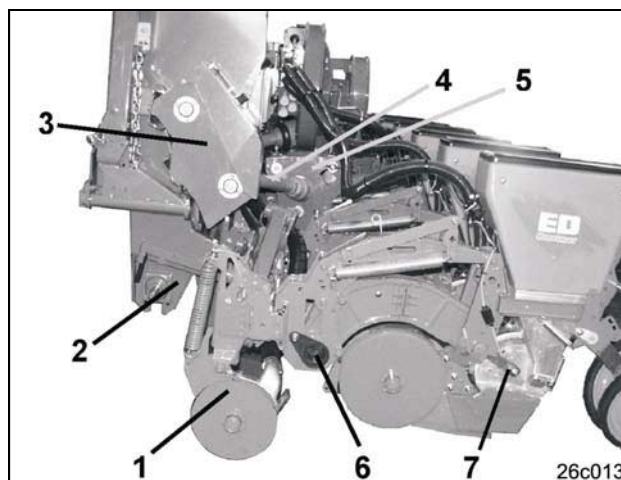

Fig. 27
De precisiezaaischijven van de zaaiaggregaten worden door de aandrijfwielen (Fig. 27/1) aangedreven door
- de kettingaandrijving (Fig. 27/2)
- de 36-voudig mechanisch instelbare aandrijfkettingkast (Fig. 27/3).
- de koppelingsas (Fig. 27/4) en
- de secundaire overbrenging met omgekeerde draairichting (Fig. 27/5).
De aandrijflijn van de hoofdaandrijf as voor de zaaiaggregaten (Fig. 27/6) naar de zaaischijf wordt door de centrale aandrijving verzorgd. De centrale aandrijving bestaat uit twee kettingwielen en een zware rollenketting, die geheel afgeschermd in de onderste draagarm (Fig. 27/7) van de parallellogramophanging is ingebouwd.